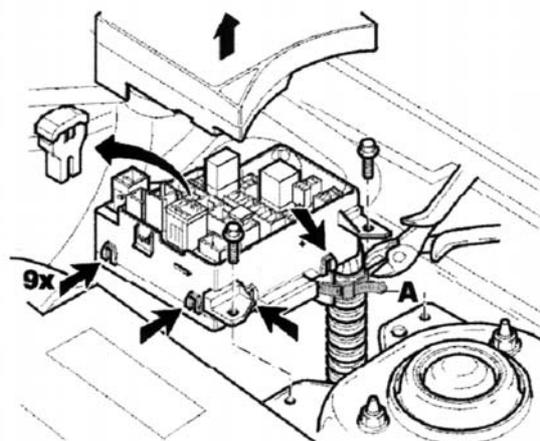

Figura 2
- Abrir a caixa de fusíveis e remover o fusível de 50 Amperes para o sistema de ABS (figura 2).
- Desapertar os parafusos de fixação e elevar a caixa de fusíveis o mais que possível. Remover a cobertura inferior e desmontar o cabo vermelho do fusível ABS e cortá-lo o mais que possível à frente do isolamento (figura 2).